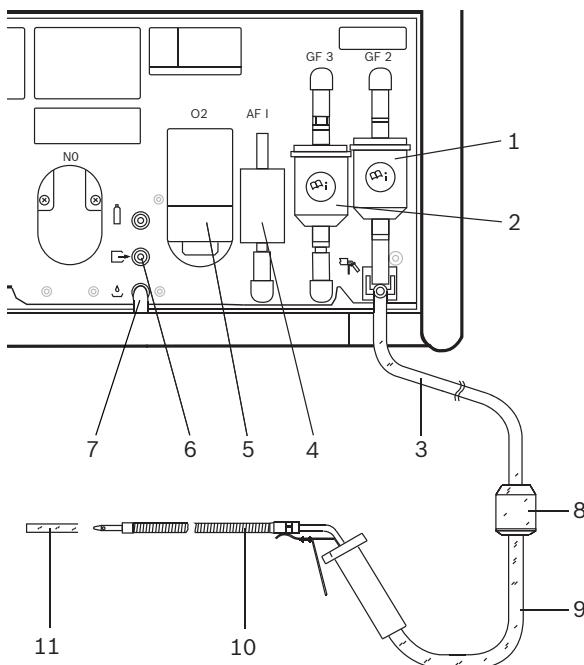

Fig. 3: BEA 060
- Sostituzione del filtro grossolano GF1 (fig. 3, pos. 8) nel tubo flessibile di prelievo.
- Sostituzione del filtro grossolano GF2 (fig. 3, pos. 1), vedere capitolo 5.4.4.
- Controllare se entrambi i tubi flessibili in PVC sono collegati alle uscite del gas (fig. 3 pos. 6 e 7).
- Controllo visivo della sonda di prelievo (fig. 3, pos. 10).
- Sostituzione del filtro al carbone attivo (fig.3, pos. 4) nel percorso del gas zero.